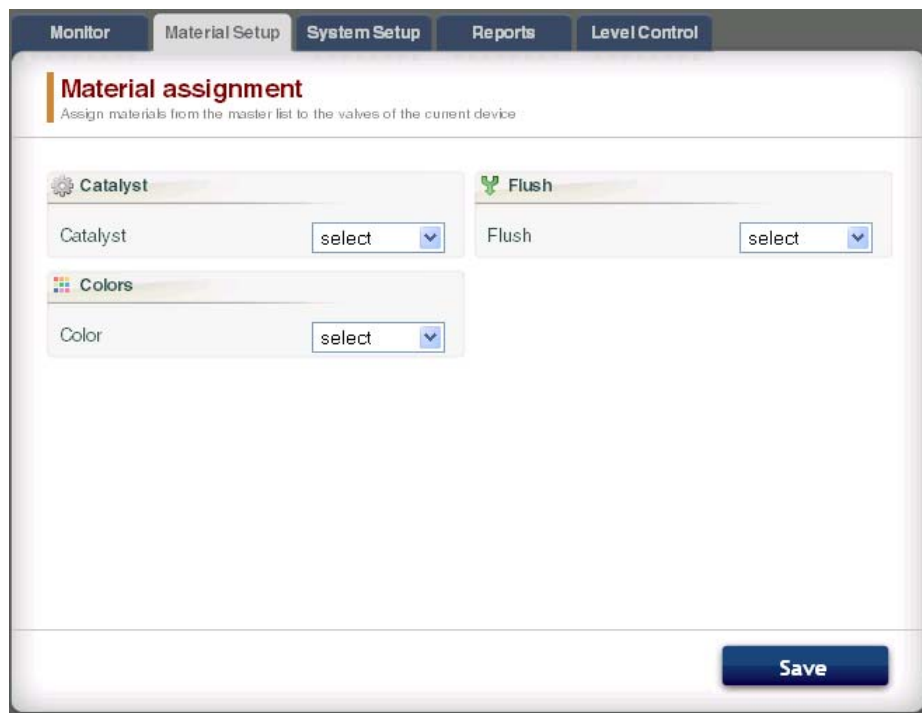

图 55：涂料设置选项卡
转到涂料设置选项卡以指定一种催化剂、颜色、减压器（在 3KS 上），并使用下拉菜单为现用设备的阀冲洗涂料。对 2KS 而言，每种设备可能包括多达 30 个色阀、4 个催化剂阀和溶剂冲洗阀。对 3KS 而言，每种设备可能包括多达 25 个色阀、4 个催化剂阀、4 个减压器阀和溶剂冲洗阀。列在每个下拉菜单中的涂料是在涂料选项卡内输入而成，第 28 页。见图 55。
4. 断开控制板（ 22 ）的电缆（ 15 ）和导线（ 17、18 ）。参见图 55。